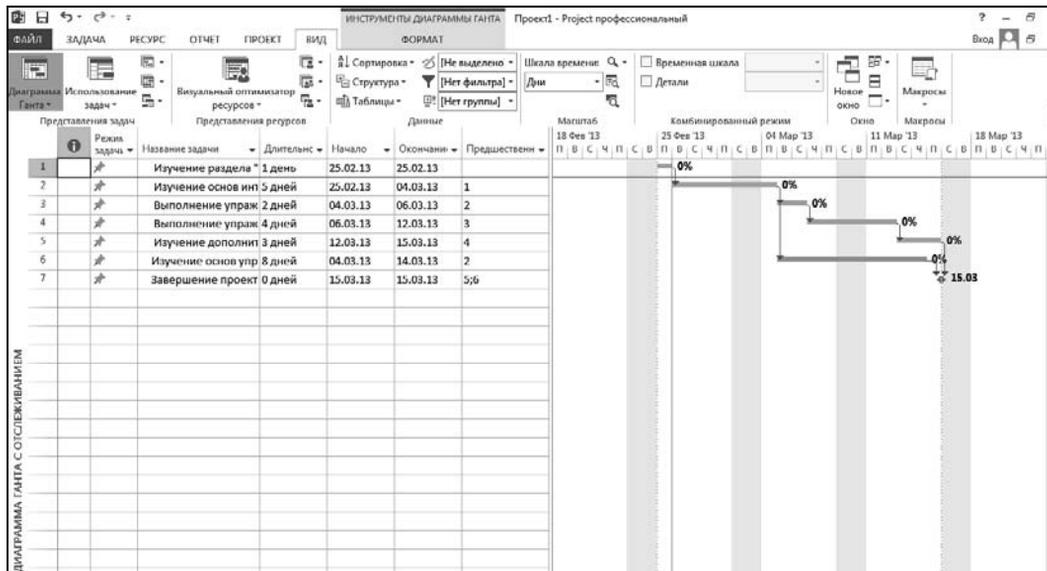

Рис. 4.4. Фрагмент представления **Диаграмма Ганта с отслеживанием**
- ◆ **Диаграмма Ганта с отслеживанием.** Является разновидностью линейной диаграммы, предназначенной для отслеживания хода работ, и отличается только составом столбцов таблицы и форматированием полос работ (рис. 4.4).